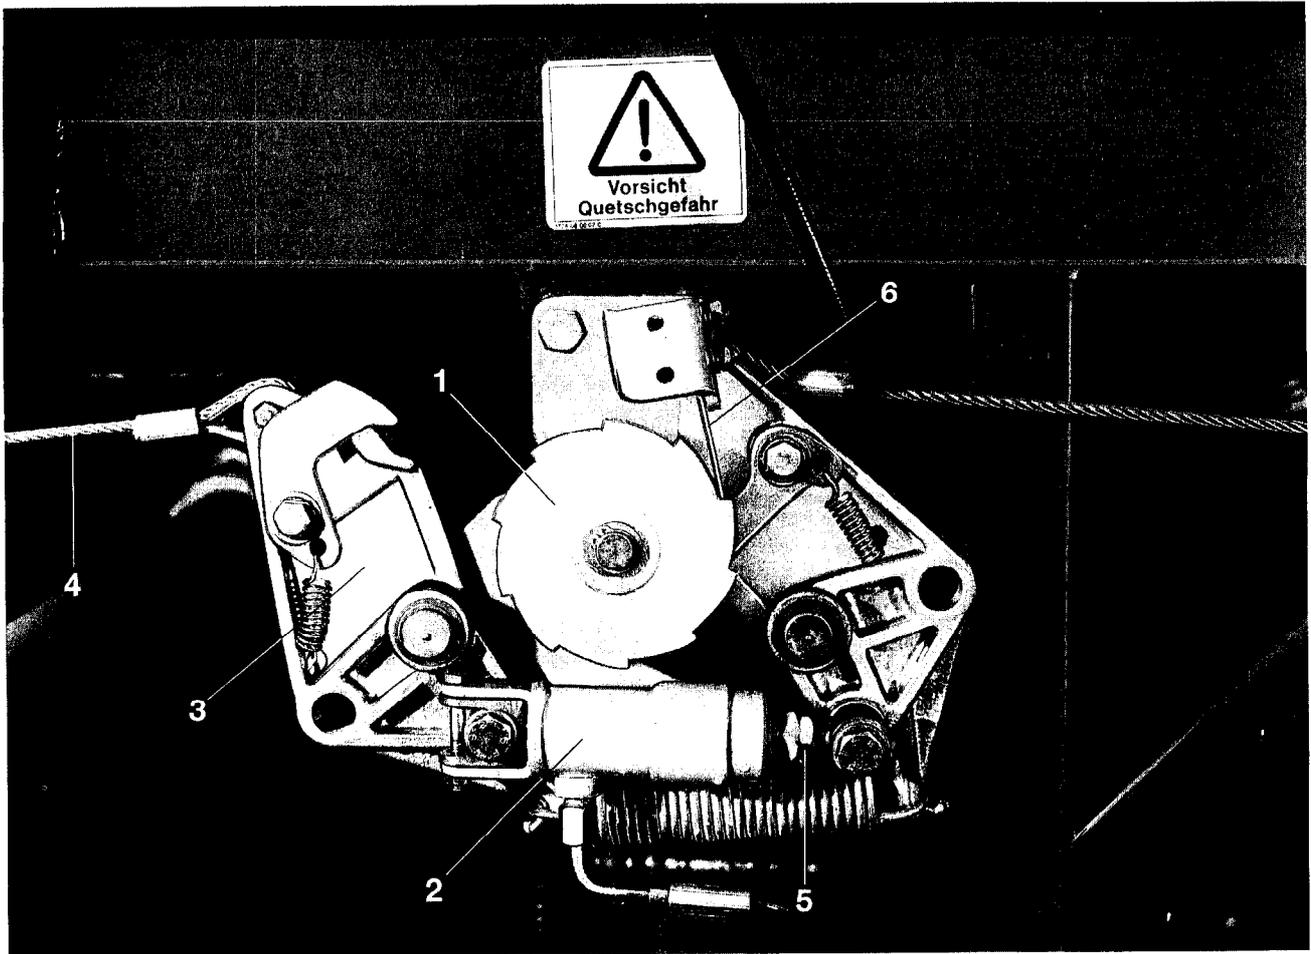

Fig. 86
Zum Betätigen des hydraulischen Schaltautomaten (Fig. 86/1) ist der Hydraulikzylinder (Fig. 86/2) des Schaltautomaten an ein einfachwirkendes Steuerventil des Schleppers anzuschließen.
AIRPLANTER am Schlepper anbauen. Bei abgesetzter Maschine ist z. B. die linke Schaltplatte (Fig. 86/3) mit dem linken Spuranreißer heruntergeklappt. Drahtseil (Fig. 86/2) mittels Kette (Fig. 19/7) am senkrechten Hebel (Fig. 19/2) des Spuranreißers so befestigen, daß das Seil leicht durchhängt, sobald die Spuranreißerscheibe (Fig. 19/2) auf der Radaufstandsfläche aufliegt. Hierdurch wird die Arbeitstiefe des Spuranreißers auf 60 bis 80 mm begrenzt.
- Hydraulikzylinder (Fig. 86/2) mit Drucköl beaufschlagen.
- Kontermutter (Fig. 86/5) auf Bügelschraube lösen.
- Mit Gabelschlüssel Kolben des Hydraulikzylinders solange drehen, bis Blattfeder (Fig. 86/6) am Schaltautomaten hörbar einrastet und zwischen Blattfeder und Zahn ein Spiel von 1 bis 2 mm eingestellt ist.